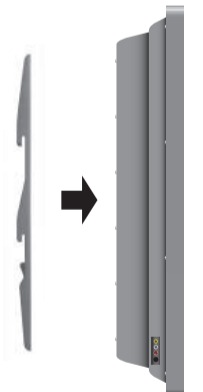

Fig. 2 – Pegar los brazos a la parte posterior de su pantalla.
3. Pegar los brazos a la parte posterior de su pantalla usando los bulones identificados en los Pasos 1 y 2 junto con las arandelas de bloqueo correspondientes (C, F, I, o L) (véase fig. 2 y 3).
- A. si se usan los bulones M4, M5, o M6 (Bolsas 1, 2, y 3 respectivamente), será preciso usar también las Arandelas M6 (O).
- B. si se usa uno de los bulones más largos para una pantalla con la parte de atrás curva o en entrante, será preciso usar también un espaciador (M o N). Usar el espaciador pequeño (M) para bulones M4 y M5 y el espaciador grande (N) para bulones M6 y M8.